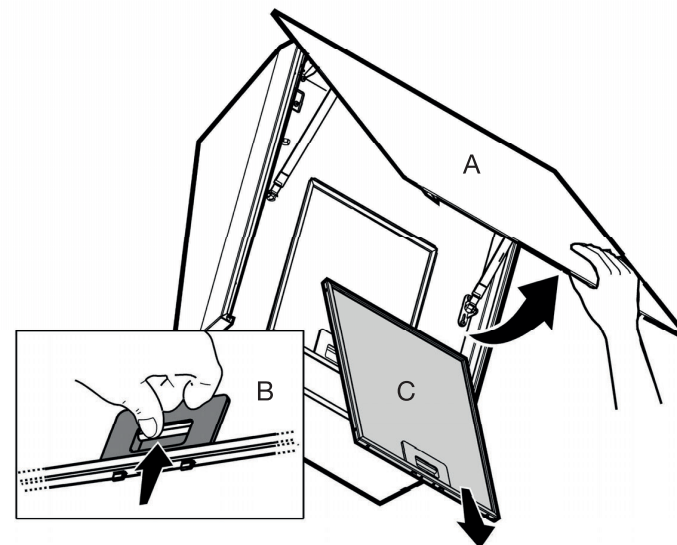

Figure 5
2. **Pour retirer le filtre anti-graisse** (Fig. 5), poussez le panneau en verre vers le haut (A), poussez la languette du filtre vers l'arrière (B), puis dégagez le filtre en le tirant vers le bas (C).